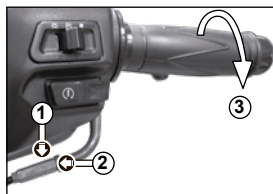

Imagen 15. Ajuste del puño del acelerador.
1. Ubicar la tuerca y la contratuerca. Ver imagen 15.
4. Revisar que el juego libre del acelerador esté dentro de la especificación, además que la rotación sea suave desde la posición de cerrado hasta la posición de abierto. Ver imagen 15.